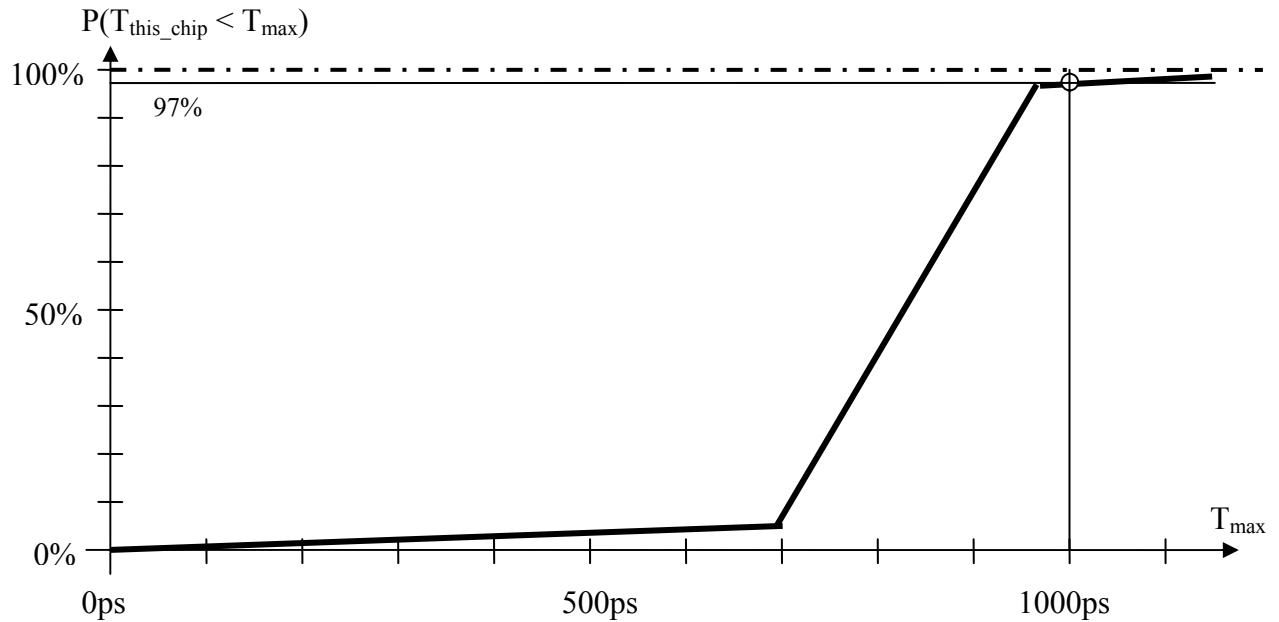

Abbildung 3.1
- Würde man den Chip um 33% höher takten – wie groß wäre dann der zulässige Delay? Wie hoch wäre damit nach Abbildung 3.1 der Prozentsatz der auszuscheidenden Chips?